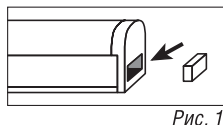

Рис. 1
- При использовании светильника открытые контакты должны быть закрыты прилагаемой заглушкой (Рис. 1).
- Закройте открытый контакт заглушкой (Рис. 1).